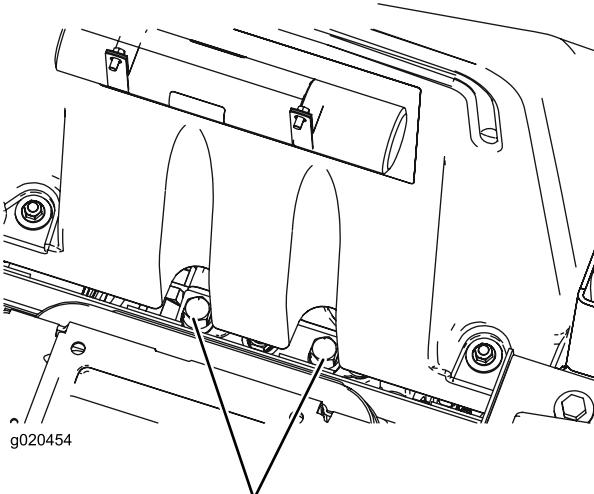

Figura 30
- Sollevate il sedile e individuate le valvole di bypass, che sono posizionate sotto la parte anteriore del serbatoio del carburante (Figura 30).